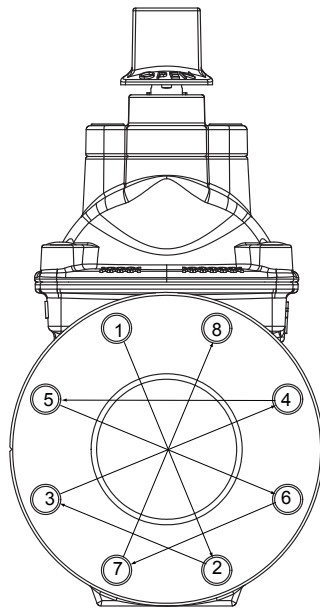

Fig. 2
5. Apriete los pernos y tuercas en el método de cruce que se muestra en la Fig.2, para cargar la tubería y la válvula de manera uniforme y evitar tensiones en las juntas.